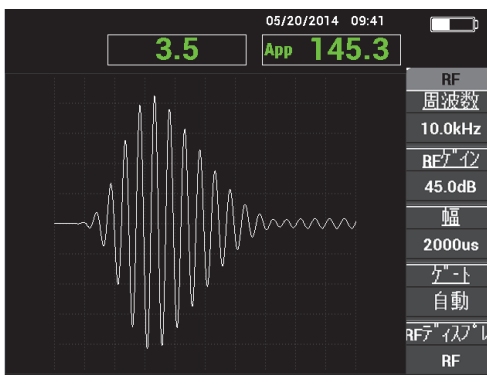

図 5-4 PC (RF) 基本メニュー
次のパラメーターは、PC (RF) の基本ニューで調整できます (85 ページの図 5-4 参照)。